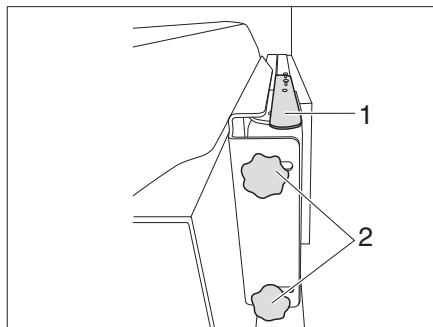

Fig. 137 Soporte con brazo articulado (variante 1)
- Empujar la palanca (Fig. 137,1) hacia abajo para soltar la pantalla plana del dispositivo de retención. Soltar la palanca.
- Soltar 2 tornillos moleteados (Fig. 137,2) y girar la pantalla plana a la posición deseada. Volver a apretar los tornillos moleteados (Fig. 137,2).